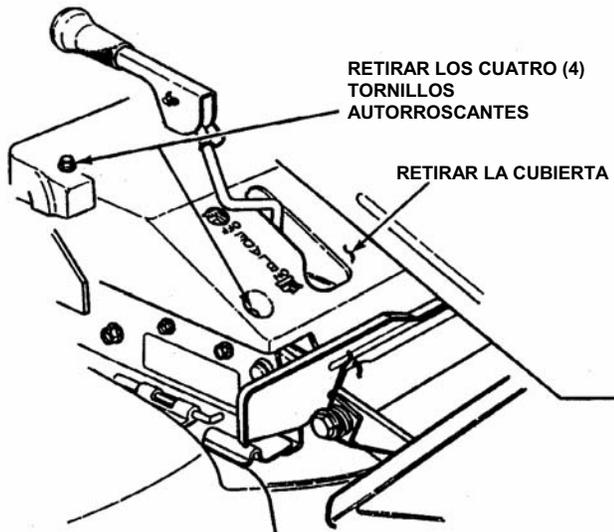

FIGURE 3.3
2. Retirez les quatre vis auto-taraudeuses (deux de chaque côté) qui maintiennent le cache-courroie. Voir la figure 3.3.